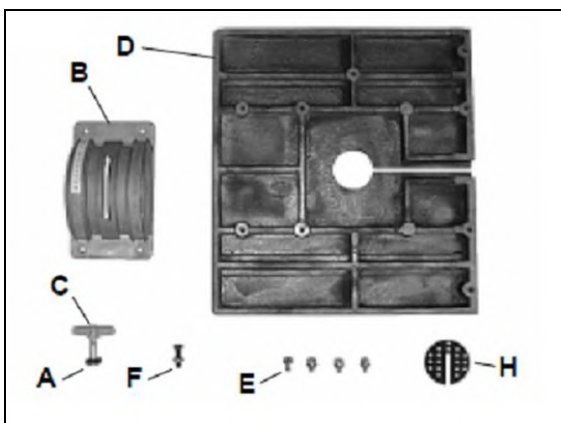

Fig 2
Montieren Sie die M8 x 50 Flachrundschaube und den quadratischen Kunststoffeinsetz (A, Fig 2) durch den Schlitz der Tischwippe (B) und schrauben Sie die Flügelmutter (C) provisorisch fest, um ein Herunterfallen zu vermeiden.
Montieren Sie die Tischeinlage (H, Fig 2).